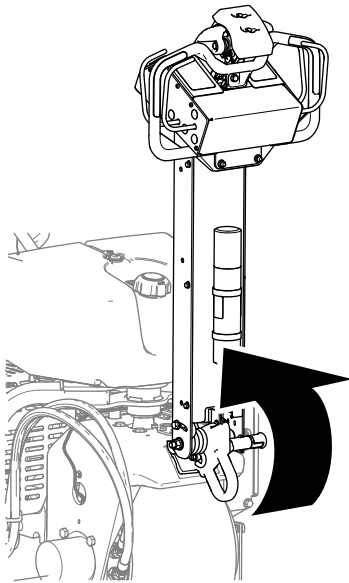

Figura 65
1. Eleve totalmente el manillar para accionar el freno de estacionamiento (Figura 65).